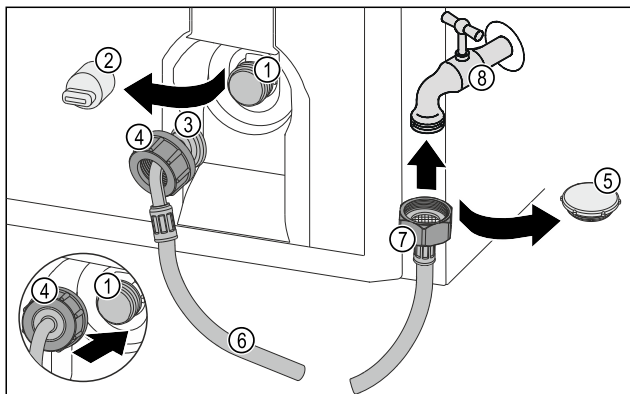

Fig. 27
- ▶ Снимите заглушку Fig. 27 (5).
- ▶ Прямой конец шланга Fig. 27 (7) подсоедините к крану для воды Fig. 27 (8).
- ▶ Навинтите гайку на прямом конце шланга Fig. 27 (7) по часовой стрелке.